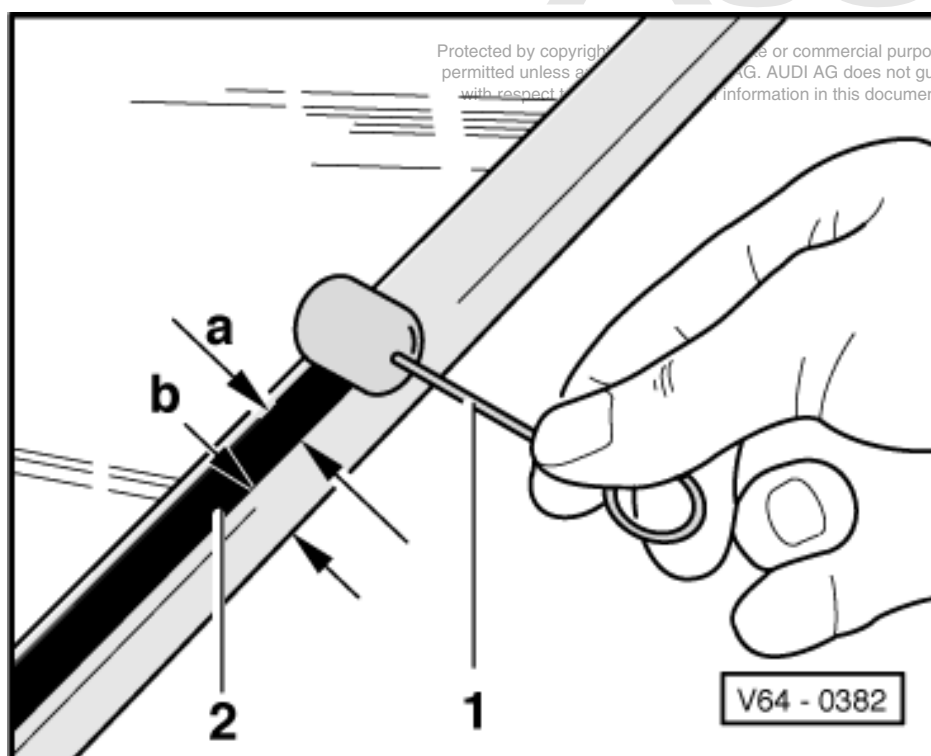

Fig.1 Applying primer
- ♦ Applying primer => Fig.: 1